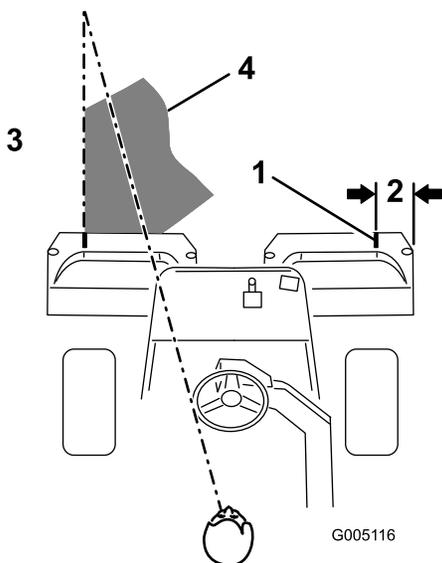

Рисунок 27
**Примечание:** Чтобы машина всегда двигалась по грину строго по прямой с сохранением равных интервалов от края предыдущей скошенной полосы, создайте воображаемый ориентир примерно 1,8–3 м перед машиной на краю нескошенной части грина (Рисунок 27). Используйте как часть ориентира наружный край рулевого колеса, т.е. удерживайте край рулевого колеса совмещенным с точкой, которая всегда находится на одном и том же расстоянии от переднего края машины.